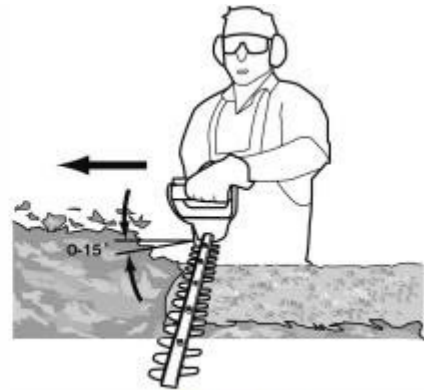

Fig. 6
6. Po przycięciu boków przejdź do góry. Staraj się utrzymać ostrze pod kątem około 15° względem powierzchni cięcia (Rys. 6 / Fig. 6).